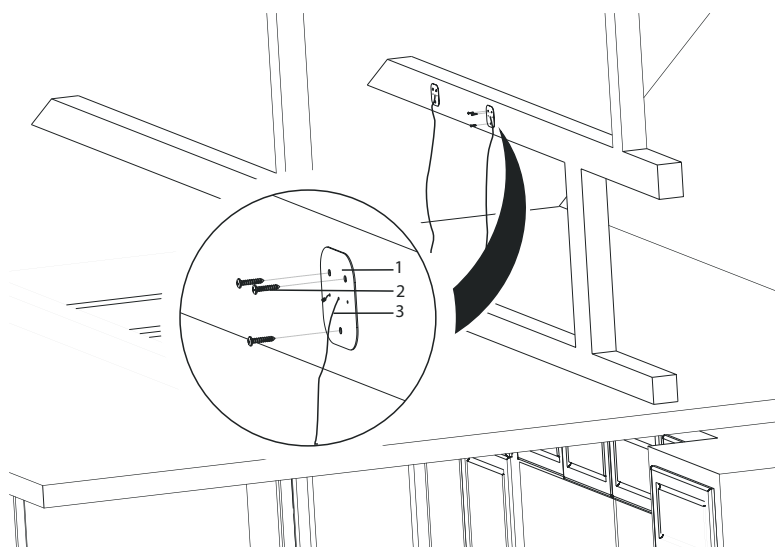

Fig. 9
3. ► Montera de fyra upphångningsplattorna, som ståltrådarna sitter fast i på en läkt i taket eller på loftet. Upphångningsplattorna kan hänga antingen horisontalt eller vertikalt (observera att läkten måste vara tillräckligt stabil för att kunna bära fläkten). Upphångningsplattorna fästs med 3x 3.9x22 skruvar (Fig. 9).